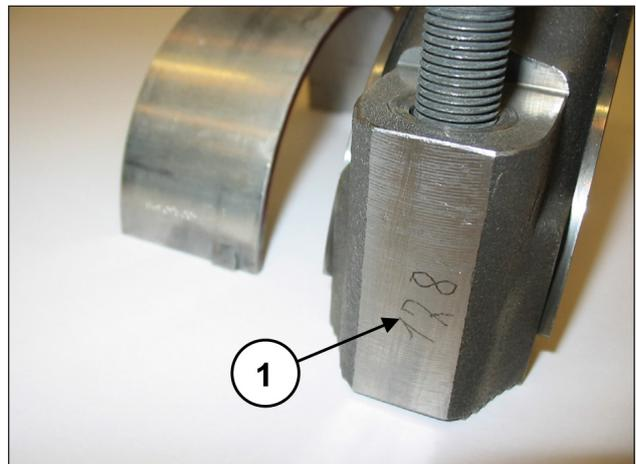
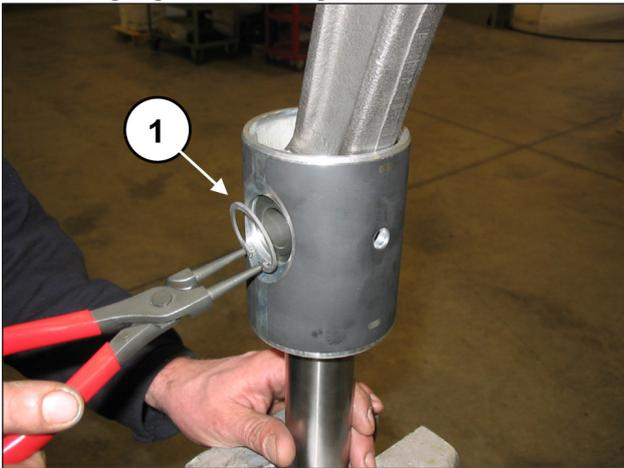
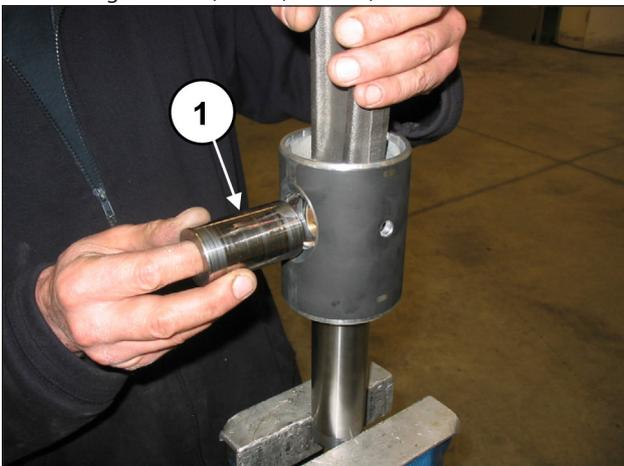
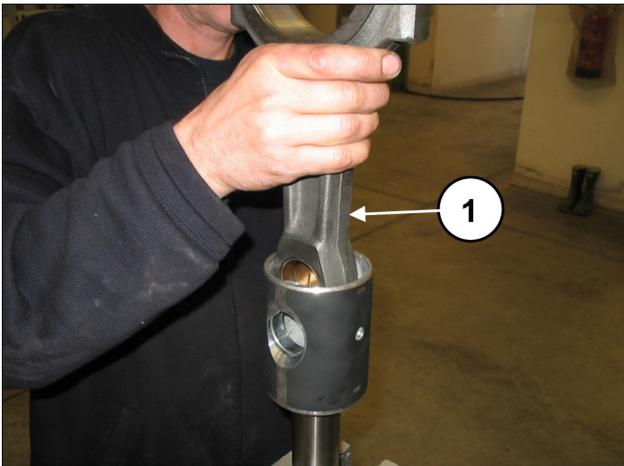

Abb. 43
Abb. 44
Abb. 45
Abb. 46
Paaren Sie die Pleuelhälften mit dem vorab ausgebauten Pleueldeckeln unter Berücksichtigung der Nummerierung (Pos. ①, Abb. 43).
Entfernen Sie die zwei Seegerringe zur Sicherung des Bolzens mit einem geeigneten Werkzeug (Pos. ①, Abb. 44).
Streifen Sie den Bolzen ab (Pos. ①, Abb. 45) und ziehen Sie die Pleuelstange heraus (Pos. ①, Abb. 46).
Setzen Sie die Pleuelstange in die Pleuelführung ein (Pos. ①, Abb. 46) und anschließend den Bolzen (Pos. ①, Abb. 45). Montieren Sie die zwei Seegerringe zur Sicherung mit dem entsprechenden Werkzeug (Pos. ①, Abb. 44). Trennen Sie Pleueldeckel und Pleuelhälften; die vorschriftsmäßige Paarung wird durch die seitliche Nummerierung garantiert (Pos. ①, Abb. 43).